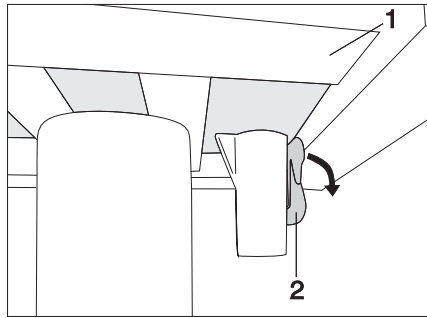

Fig. 97 Verrouillage de la table à une colonne (verrouillé)
- Pousser le levier d'arrêt (Fig. 97,2) vers le bas.
- Faire coulisser le plateau de table (Fig. 97,1) dans la position désirée.
- Pousser le levier d'arrêt (Fig. 97,2) vers le haut.